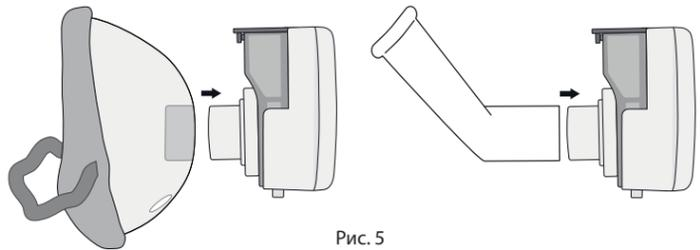

Рис. 5
3. Установите мундштук или маску (рис.5).